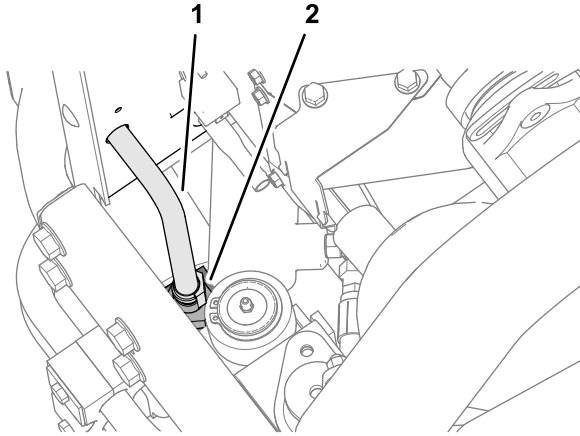

Bild 13
3. Trennen Sie das Ablaufrohr des Hydraulikkühlers vom Anschlussstück oben am Hydraulikfilterkopf (Bild 13).